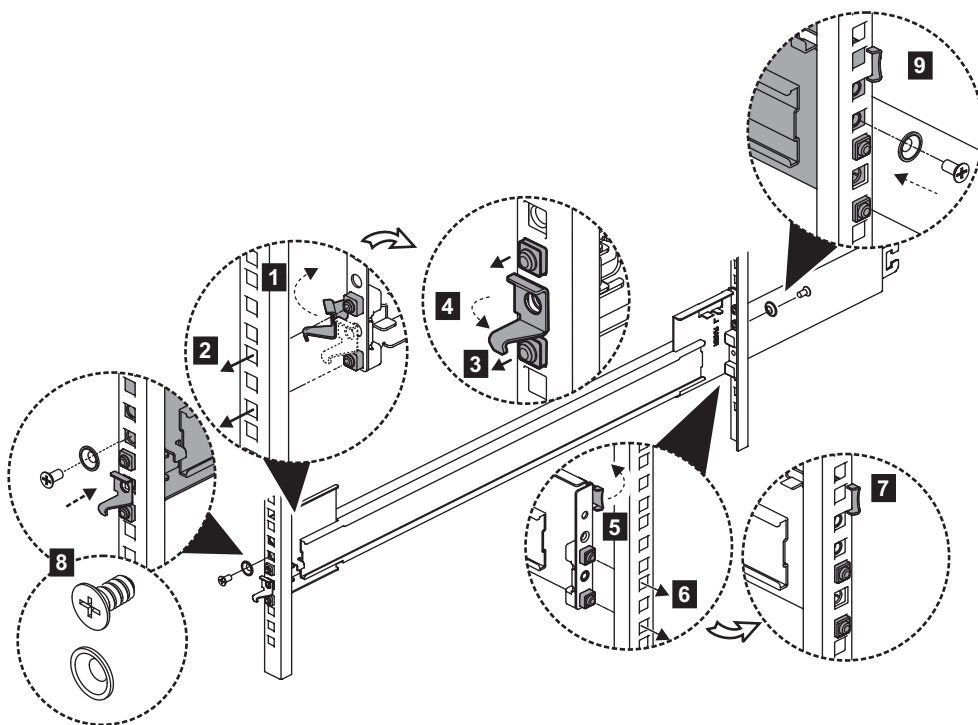

Figura 43. Instale o conjunto de suportes no quadro
7. Instale a seção externa do trilho no quadro traseiro, conforme mostrado em Figura 43.